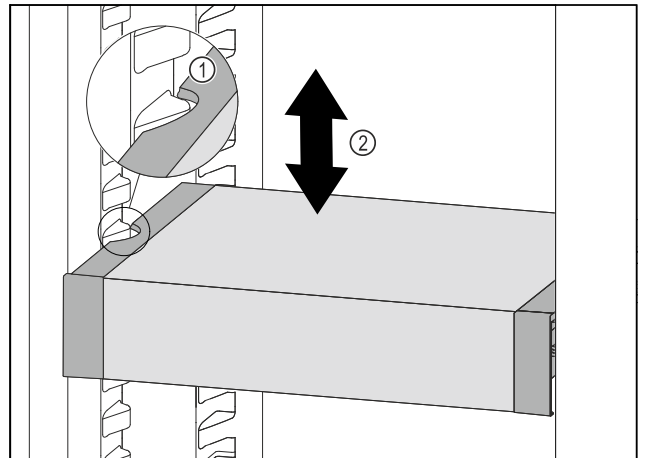

Fig. 97
- ▶ Tire del VarioSafe hacia delante hasta que los huecos laterales del VarioSafe se encuentren a la altura de la nervadura del recipiente en el compartimento del frigorífico. Fig. 97 (1)
- ▶ Mueva el VarioSafe hacia arriba o hacia abajo en el compartimento del frigorífico hasta alcanzar la altura deseada. Fig. 97 (2)